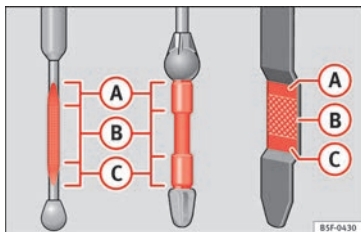

Fig. 207 Varetas de medição do nível de óleo.
A vareta do óleo indica o nível do óleo do motor.» »» **Fig. 207.**
- O nível de óleo nunca pode ultrapassar a zona **A**» »» **Fig. 207.** Perigo de danos no sistema de escape!